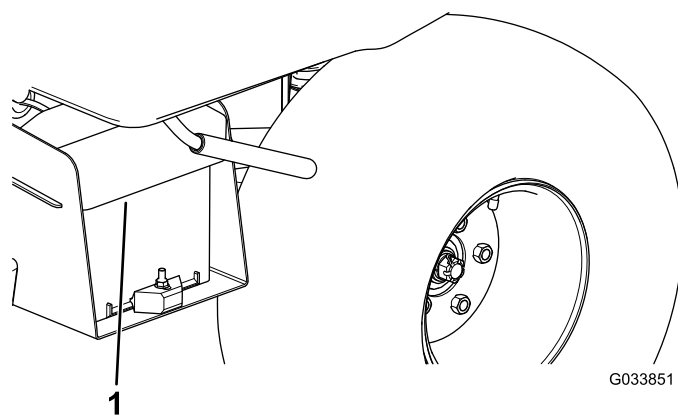

Figura 4
2. Retire a tampa da bateria da base (Figura 4).
6. Alinhe a tampa da bateria na base da bateria (Figura 4).
7. Aperte a tampa da bateria, alinhe as patilhas com a base da bateria e solte a tampa (Figura 4).
1. Aperte a tampa da bateria para libertar as patilhas da base da bateria (Figura 4).